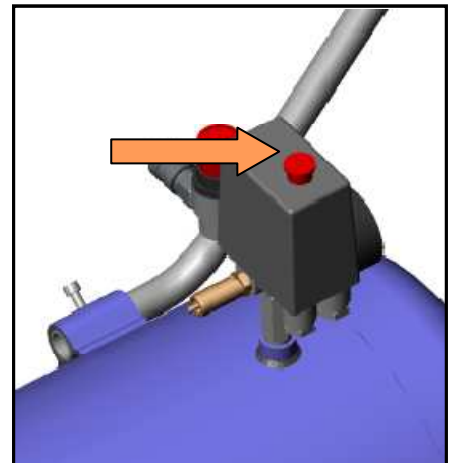

FIGURA2
3. Poner en marcha el compresor mediante el interruptor situado en el presostato (figura2).